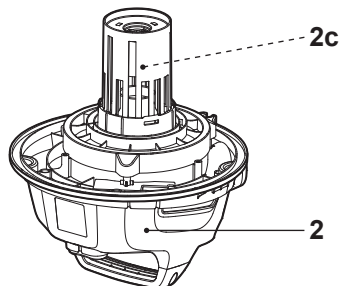

Fig. 19
O produto foi criado com uma válvula de segurança (2c) para evitar que água entre na unidade do motor (2) durante as operações de aspiração húmida (Fig. 19).